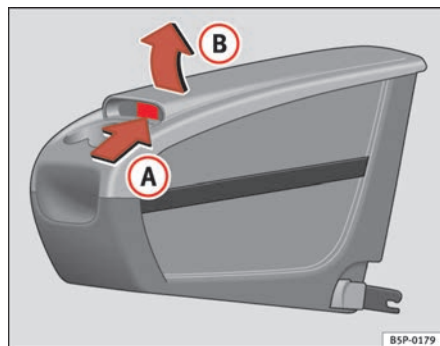

Abb. 113 Zusätzliche Ablage. Öffnen
- Die Klappe **(B)** im Bereich **(A)** ⇒ Abb. 113 anheben.